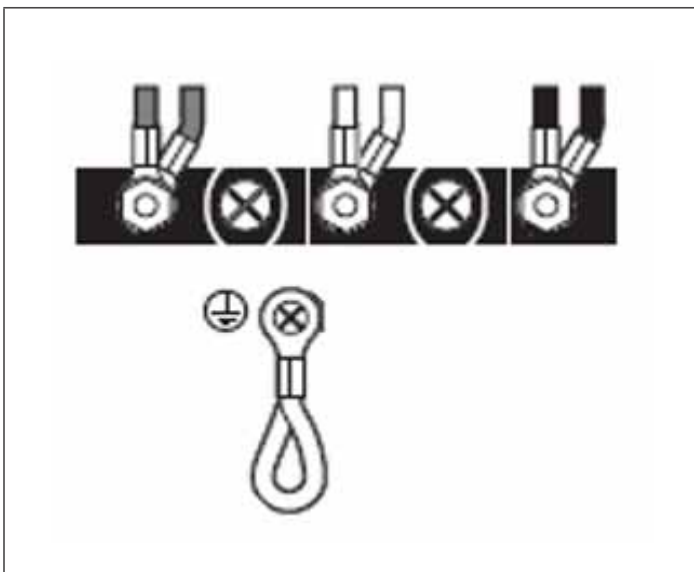
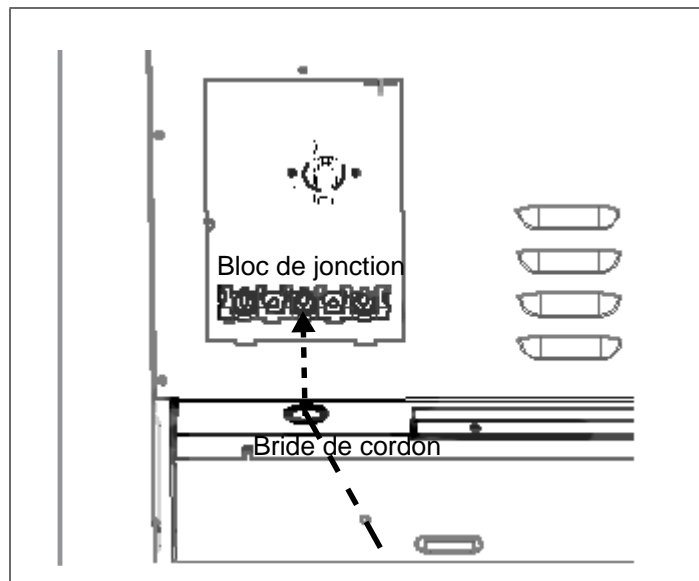

Figure 12: Bloc de jonction
Figure 13: Emplacement de la bride de cordon
Installez une bride de cordon (non fourni) dans le trou de 1 po (25,4 mm) de diamètre situé sous le bloc de jonction (voir Figure 13). Le câblage de l'appareil doit être acheminé au bloc de jonction par le conduit et à travers la bride de cordon. Les extrémités des fils doivent être munies de cosses en boucle de ¼ po, préférablement soudées sur place. Faites les connexions au bloc de jonction fourni (voir Figure 12).
2. Installez une bride de cordon (non fournie avec la cuisinière) dans le trou de 1 po (25,4 mm) de diamètre situé sous le bloc de jonction, dans le panneau arrière (voir Figure 13 et Figure 12). Faites passer les fils par la bride de cordon.
- Installez une bride de cordon (non fournie avec la cuisinière) dans le trou de 1 po (25,4 mm) de diamètre situé sous le bloc de jonction, dans le panneau arrière (voir Figure 13 et Figure 12). Faites passer les fils par la bride de cordon.
La hotte peut être montée en premier si le dosseret de protection est installé avec une étagère garde-chaud puisque cette étagère couvrira les vis de montage supérieures du dosseret de protection (Figure 12).
3. À l'endroit indiqué sur la Figure 13, fixez les supports inférieurs fournis avec l'étagère garde-chaud à travers le dosseret de protection, dans les montants de cloison.